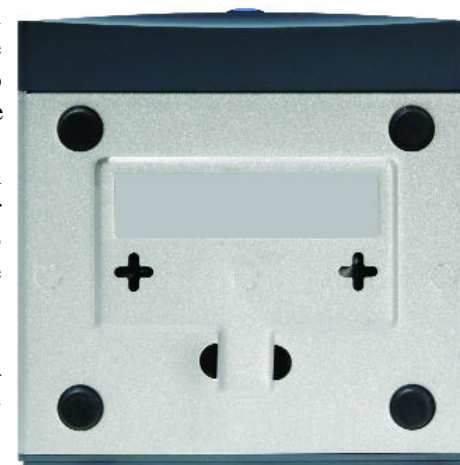

Figura 3-4
1. Gli alloggiamenti per il montaggio a muro sono due fessure a croce sul pannello inferiore dello switch, come mostrato nella Figura 3-4. Inserire due viti al muro, in modo che gli alloggiamenti per il montaggio a muro dello switch siano allineati alle due viti.